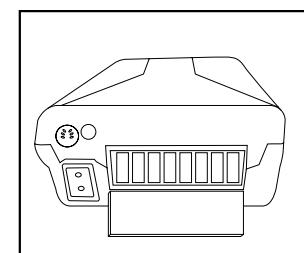

Figura 11
1. Il filtro di ingresso dell'aria deve essere verificato quotidianamente. Il filtro si trova sul retro dell'unità **Figura 11**.